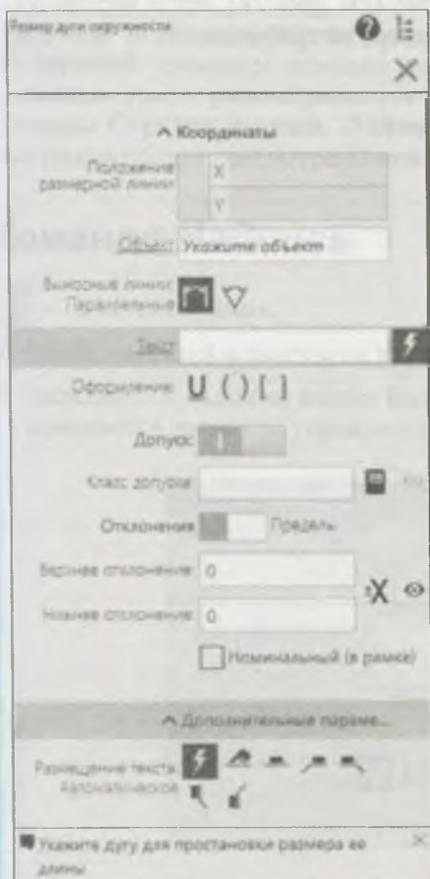

Рис. 12.35. Панель Параметры:
- ♦ укажите "ловушкой" дугу **1**, которую необходимо образмерить, — автоматически появляется фантом размера. Обратите внимание на панель **Параметры** (рис. 12.35), где появилась группа **Тип** с кнопками: